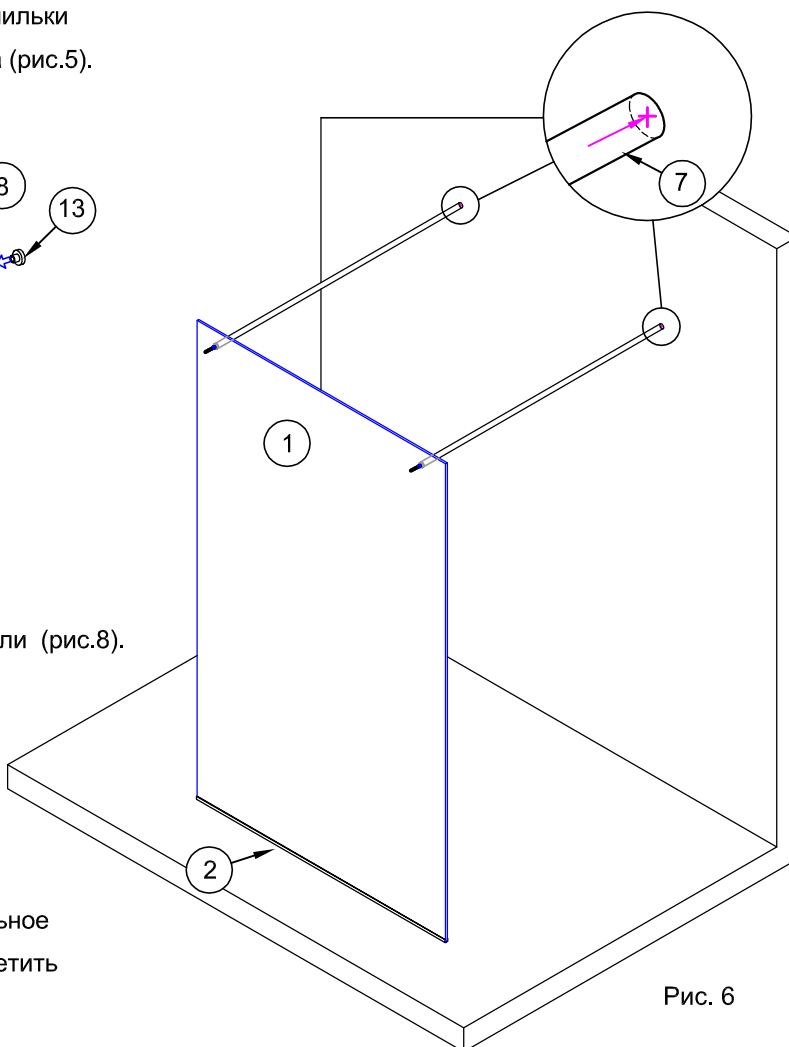

Рис. 6
3.3. При помощи уровня обеспечить горизонтальное положение штанг. На противоположной стене отметить положение осей штанг (рис.6).